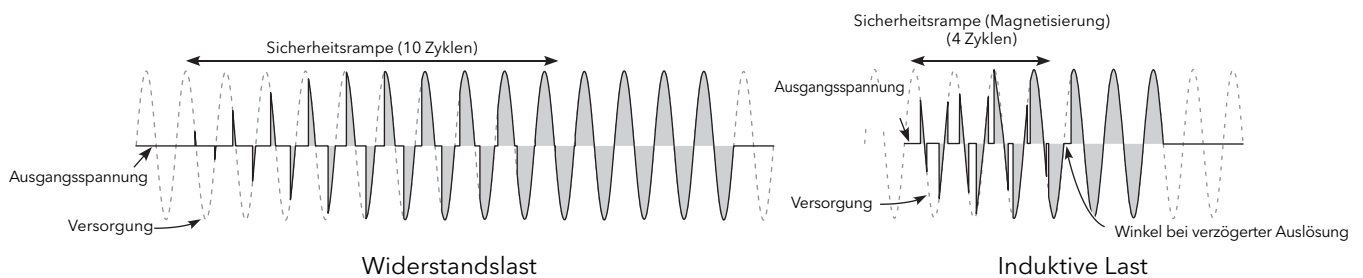

Abbildung 95 Beispiele für Sicherheitsrampen (Impulsgruppenbetrieb)
- „Safety Ramp“** Zeigt die Dauer der Sicherheitsrampe in Netzspannungszyklen (0 bis 255) an, die beim Hochfahren gilt. Die Rampe ist entweder eine Phasenanschnitt-Rampe von null zum verlangten Zielphasenanschnitt oder von 0 bis 100% bei Impulsgruppenbetrieb, siehe Abbildung 95. Für den intelligenten Halbwellenbetrieb (IHC) ist die Sicherheitsrampe nicht anwendbar.